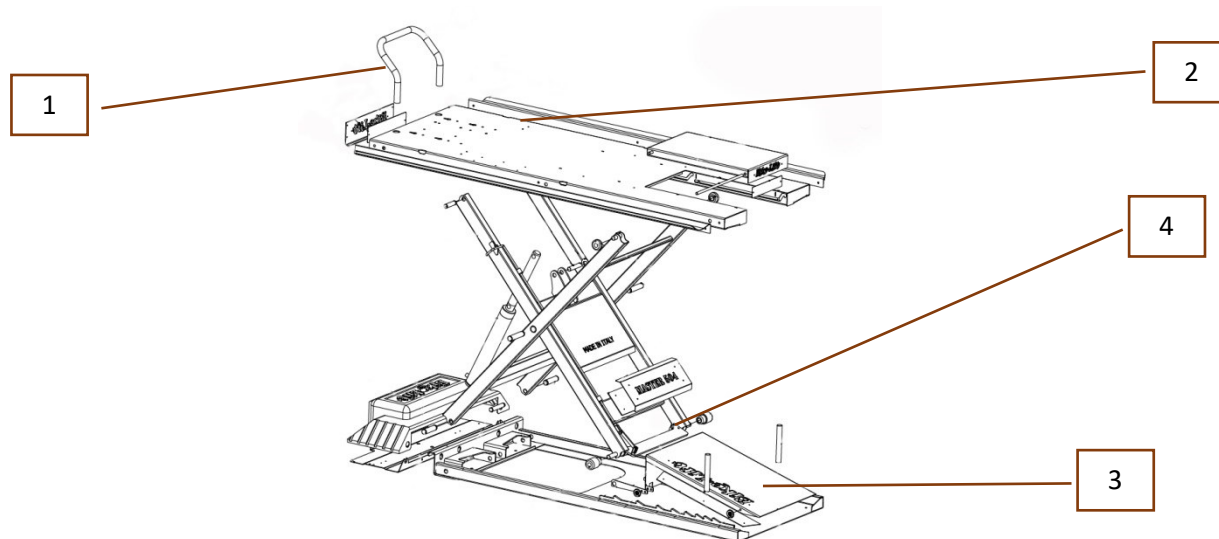

Figura 5 –modello generale di sollevatore
Prima di installare il veicolo al di sopra della pedana è fondamentale mettere il fermaruota (Figura 5, [1]), controllare che il piano di lavoro (Figura 5, [2]) sia **completamente abbassato**.
Raggiunta l'altezza di lavoro, far scendere leggermente il sollevatore in modo da assicurarsi che la barra di sicurezza (Figura 5, [4]) sia appoggiata ai blocchi di fermo; in caso contrario continuare l'azione di salita fino a che la barra non superi i blocchi di fermo posti alla base del sollevatore per la quota di lavoro prescelta;
- 3- Agire sulla pompa per alzare di circa 3 cm il sollevatore, quindi disinserire la barra di sicurezza (Figura 5, [3]) tramite l'apposita leva posta lateralmente. Azionare il comando discesa;